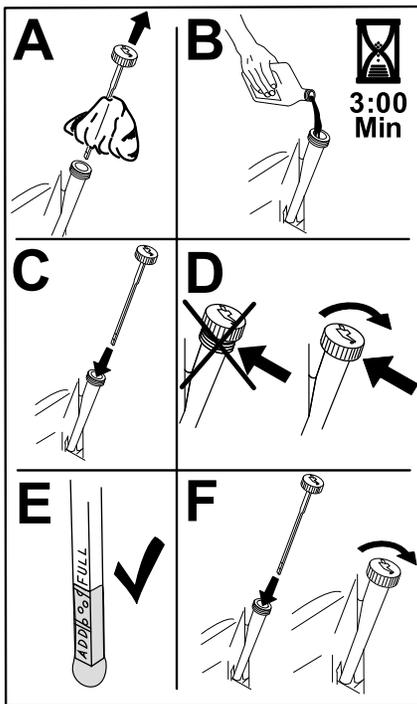

Figure 35
5. Versez lentement environ 80 % de l'huile spécifiée dans le tube de remplissage, puis faites l'appoint lentement jusqu'à ce que le niveau atteigne le repère maximum (Full) (Figure 35).
3. Remplissez le carter moteur d'une huile du type voulu (Figure 35).